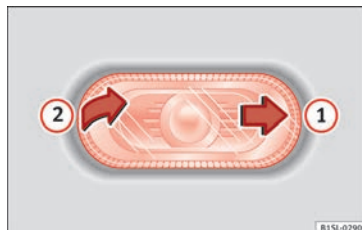

Fig. 92 Desmonte el intermitente lateral.
1. Desplace con una mano el intermitente lateral hacia atrás » **fig. 92** ①.